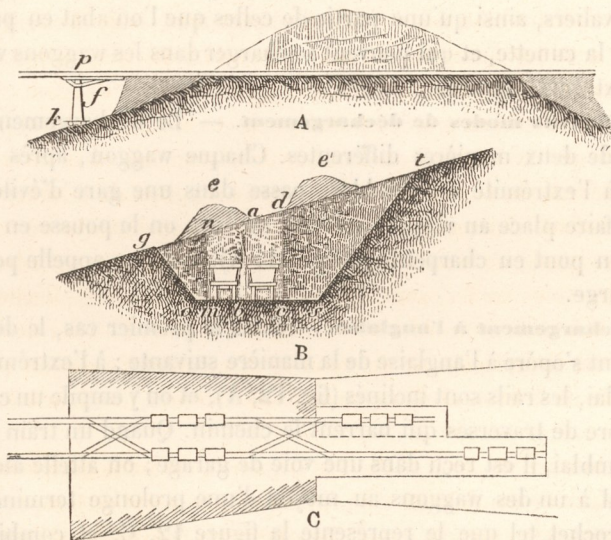

Fig. 11.
**Creusement des tranchées.** — Les tranchées ouvertes au tombereau sont attaquées en un grand nombre de points simultanément, au moyen d'excavations qui en occupent toute la largeur et d'où les tombereaux extraient les terres par des rampes douces. Lorsqu'on veut employer les waggons, on commence presque toujours par faire, suivant l'axe ou le long des talus de la tranchée projetée, une petite tranchée auxiliaire nommée *goulet* (*gullet*) ou *cunette*, assez large pour donner passage à un waggon, et dont la profondeur varie avec les ondulations du sol. Il peut se présenter deux cas : ou la hauteur maxima de la tranchée définitive est peu considérable, 5 ou 6 mètres, par exemple ; ou bien elle est beaucoup plus grande. Dans le premier cas, on donne à la cunette toute la profondeur de cette tranchée, en sorte que le fond de la cunette est aussi celui de la tranchée, comme nous l'avons indiqué fig. 11 B. Les parois, dans
La cunette étant ouverte sur une certaine longueur, on pose sur le fond une voie en fer que l'on prolonge jusqu'au point de déchargement sur le remblai. Cette voie, dans la cunette, a naturellement la pente du fond, c'est-à-dire 3 millimètres. Quant à la pente sur le remblai, elle dépend de la hauteur de ce remblai. Si cette hauteur n'est pas très-grande, comme nous l'avons supposé (fig. 11, A), on pose la voie sur la crête même du remblai en lui conservant la pente de 3 millimètres.
**Différents modes de déchargement.** — Le déchargement s'opère de deux manières différentes. Chaque waggon, après s'être vidé à l'extrémité du remblai, passe dans une gare d'évitement pour faire place au waggon suivant, ou bien on le pousse en avant sur un pont en charpente *p* (fig. 11, A), que l'on appelle pont de décharge.